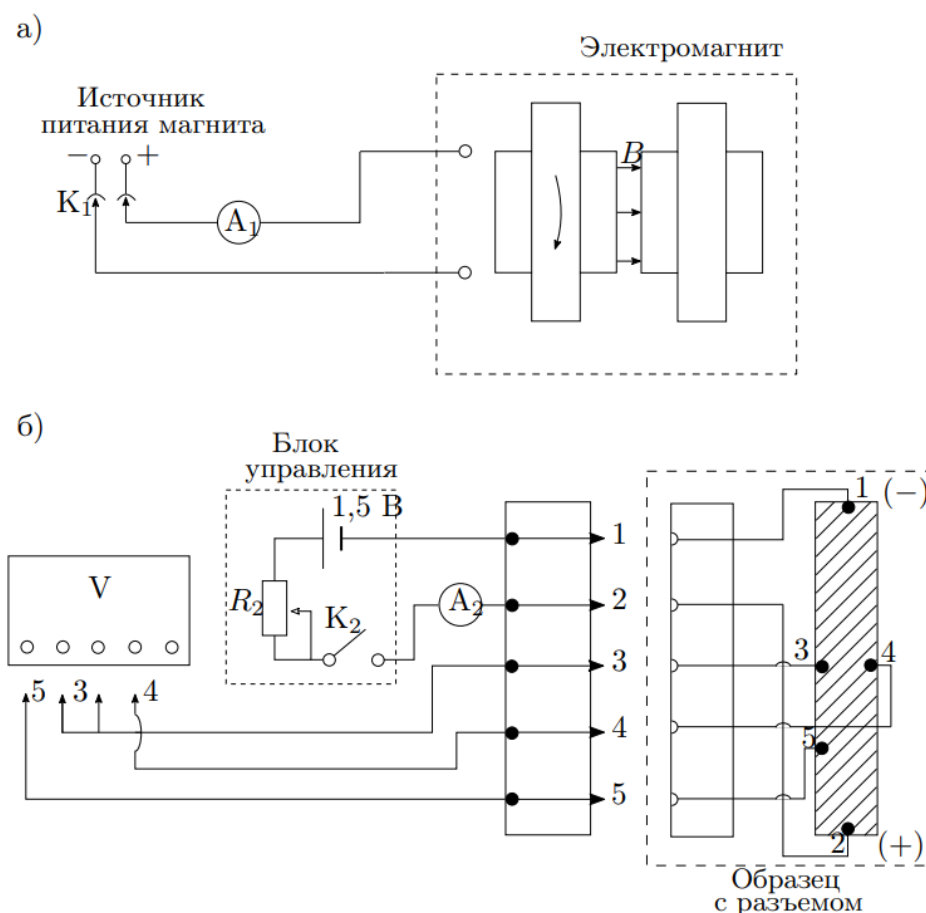

Рис. 1: Схема установки для исследования эффекта Холла в полупроводниках
Электрическая схема установки для измерения ЭДС Холла представлена на рис. 1. В зазоре электромагнита (рис. 1а) создаётся постоянное магнитное поле, величину которого можно менять с помощью регулятора источника питания электромагнита. Ток питания электромагнита измеряется внешним амперметром А1. Направление тока в обмотках электромагнита меняется переключением разъёма К1.
Прямоугольный образец из легированного германия, смонтированный в специальном держателе (рис. 1б), подключается к источнику питания образца. При замыкании ключа К2 вдоль длинной стороны образца течёт ток, величина которого регулируется на источнике питания образца и измеряется миллиамперметром А2.
2. Соберите установку согласно схеме на рис. 1, подключите к вольтметру контакты 3 и 4.
Направление тока в образце показано знаками «+» и «-» на рис. 1. Направление тока в обмотках электромагнита при установке разъёма K_1 в положение 1 показано стрелкой на торце магнита.